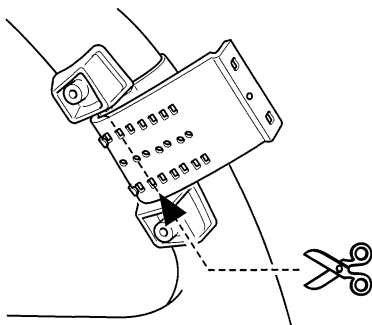

Abb. 11
2. Den überschüssigen Teil des Riemen in der Mitte des Innenhalters abschneiden. (Abb. 11)